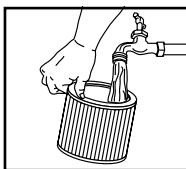

FIGURA 10
17. O enjuague el mismo (desde el interior del filtro) con agua. **FIGURA 10.** Seque completamente (aproximadamente 24 horas).